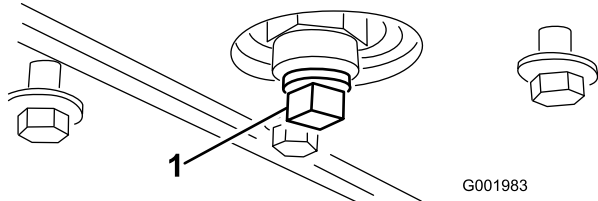

Figure 49
- Enlevez le bouchon de vidange (Figure 49).